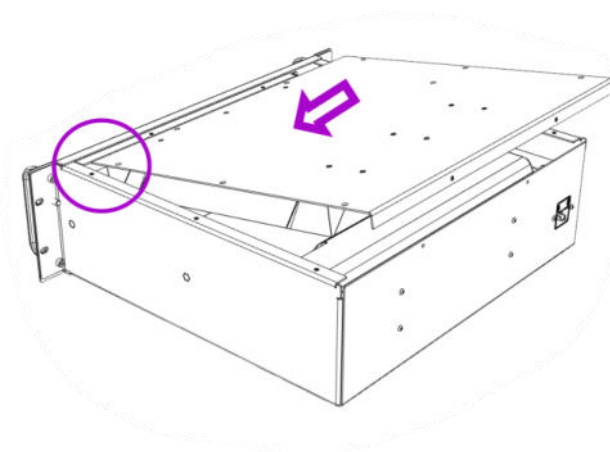

Fig. 20
1. Coloque la tapa superior de la carcasa en el borde delantero izquierdo de la carcasa. (Fig. 20)